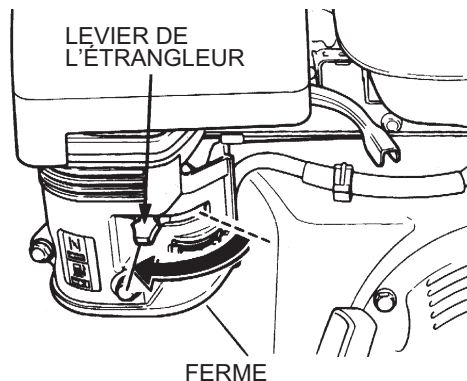

Figure 14. Levier d'étrangleur (fermé)
3. Placez le levier d'étrangleur (Figure 14) dans la position « **FERMÉ** » si vous démarrez un moteur froid.